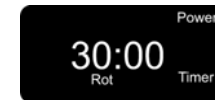

Fig. 2
8. Presione las flechas hacia arriba/abajo para seleccionar el tiempo deseado. (Fig. 2)